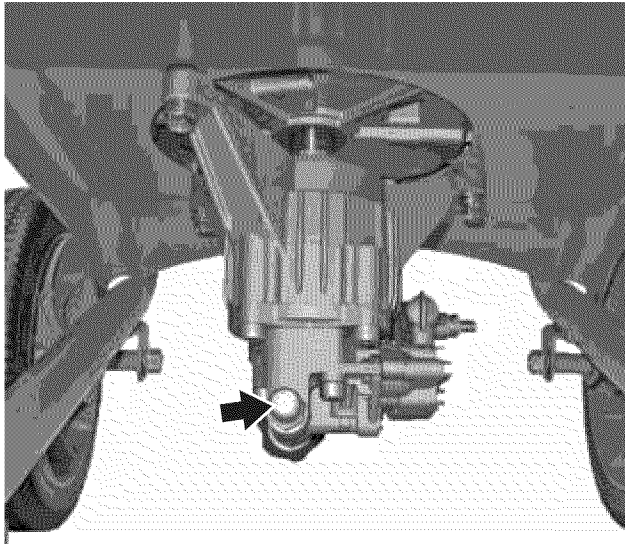
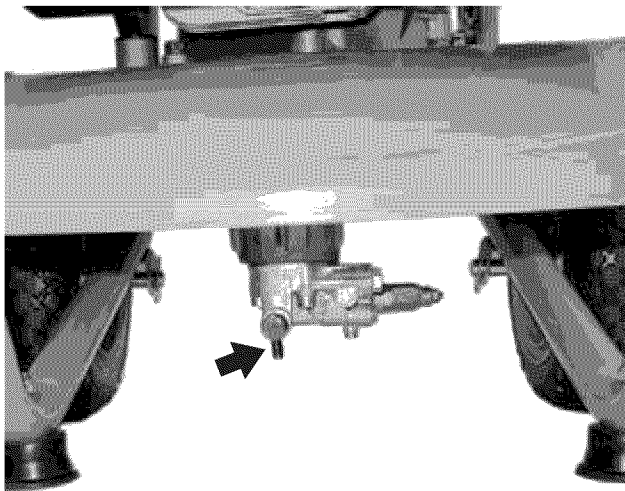

Figura 34 – Termo válvula de la bomba WP2500
Figura 35 – Termo válvula de la bomba WP2800
**NOTA:** La bomba cuenta con una termo válvula (vea Figura 34 y la Figura 35). Si se hace funcionar la bomba durante un período de tiempo prolongado sin que fluya el agua por ella, se puede recalentar. Si la bomba alcanza una cierta temperatura, la termo válvula se abrirá y descargará agua tibia sobre la válvula para permitir la entrada de agua fría y enfriar la bomba.